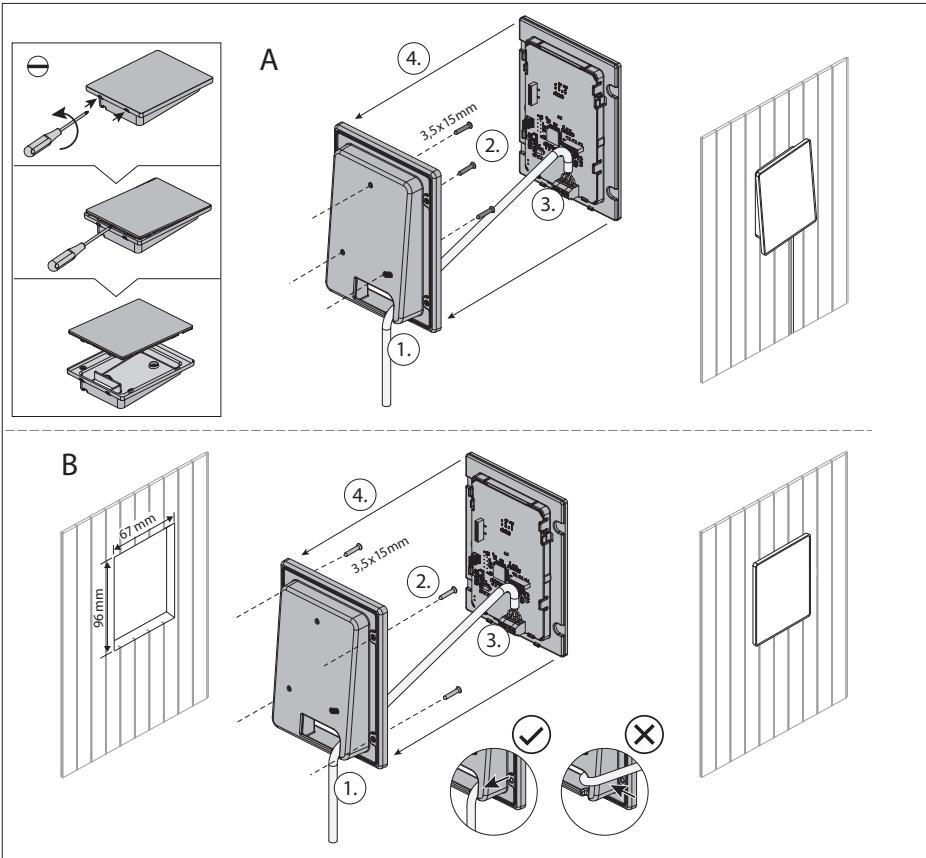

Рис. 1. монтаж устройства управления освещением Xenio RGBW
Устройство управления освещением Xenio RGBW подходит для открытого (A) и скрытого монтажа (B), см. рис. 1.